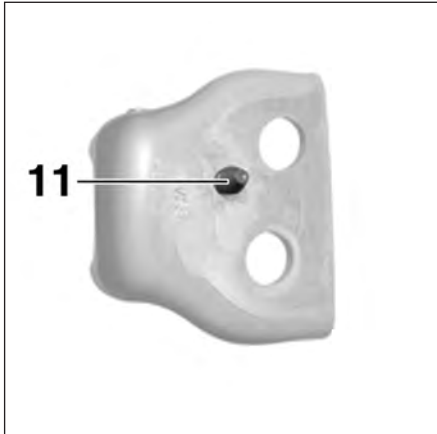

FIG.159
- L'index (11) de la charnière côté caisse peut être supprimé simplement en le chassant à l'aide d'un chasse goupille (Fig.159).
- L'index de la charnière côté caisse peut être supprimé simplement en le chassant à l'aide d'un chasse goupille (Fig.159).